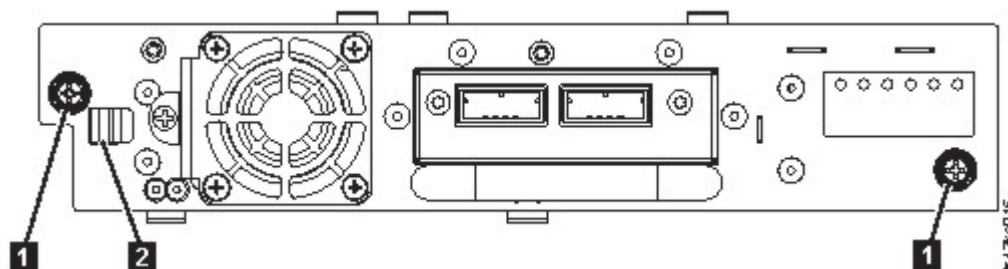

図 62. ドライブのアンロック
- テープ・ドライブの青い拘束つまみねじ (図 62 の **1**) を緩めます。ロック・レバー (図 62 の **2**) を右側に押し、ドライブの下部を支えながらテープ・ドライブ・ハンドルまっすぐ引き出して、ドライブを装置から取り外します。